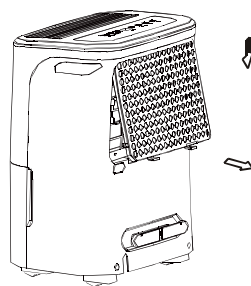

Fig. 8
- Afferrare la linguetta sul filtro e tirare in alto e poi in fuori come sulla Fig. 8.